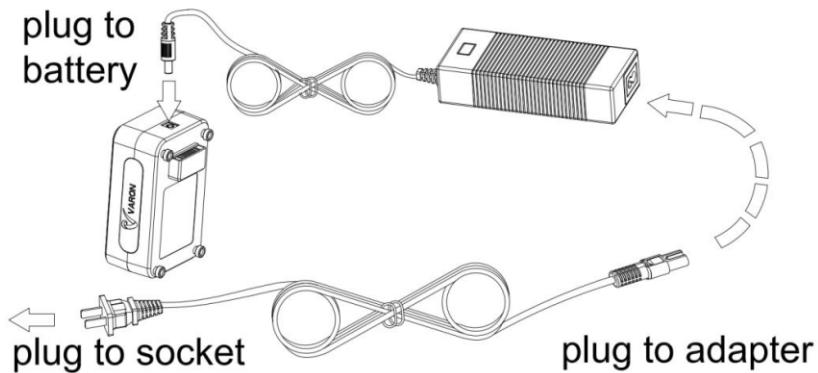

Abbildung 7 - Diagramm der separaten Batterieaufladung
- Schließen Sie wie in Abbildung 7 gezeigt das Netzteil an, um den Akku aufzuladen.
- Sehen Sie sich die Batterieinstallationsmethode in Abbildung 4 an und führen Sie den umgekehrten Vorgang aus, um die Batterie zu entfernen. Schließen Sie dann das Netzteil gemäß den Anweisungen in Abbildung 7 an, um den Akku aufzuladen. Die Betriebsanzeige am Netzteil leuchtet rot und zeigt damit an, dass der Akku geladen wird. Wenn es grün wird, bedeutet dies, dass der Akku vollständig aufgeladen ist.